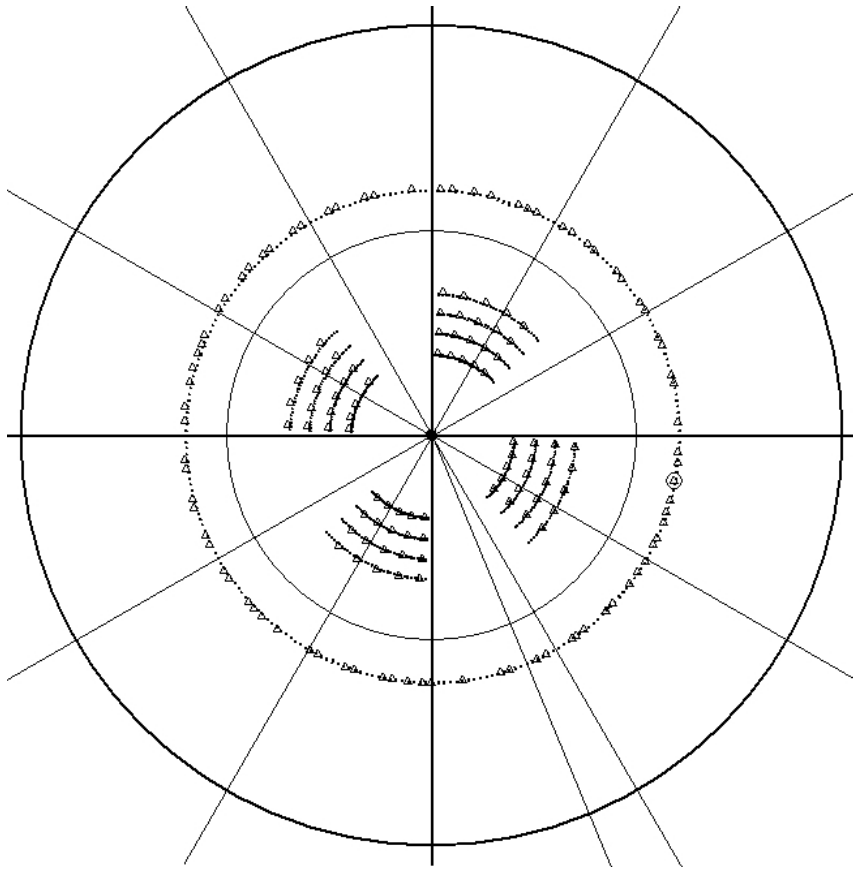

Рис. 56. Тест 1
- щелкните по кнопке ТЕСТ 1 в дополнительном окне управления диагностическими операциями и убедитесь в наличии на экране изображения, приведенного на рис. 56;